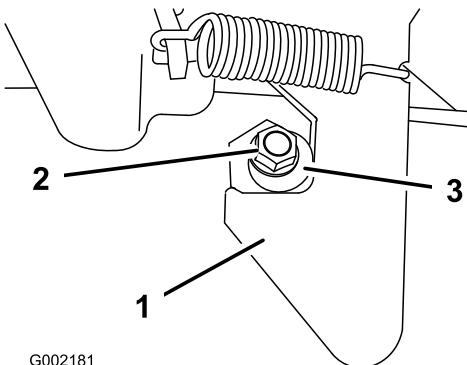

Figura 16
1. Desaperte a porca no perno do trinco (Figura 16).
2. Rode o perno no sentido dos ponteiros do relógio até o encostar ao trinco e aperte a porca (Figura 16).